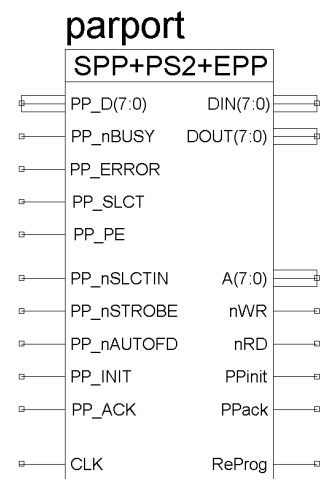

Abbildung 2
- FPGA interne 8-Bit bi-direktionale Schnittstelle zum PC. Dient der FPGA, (C)PLD und (Flash-)Speicher Programmierung und zum Datenaustausch. Kompatibel zur parallelen Druckerschnittstelle des PC's. Paralleler I/O-Bus mit separatem nWrite und nRead Signal, 256 Adressen direkt adressierbar. Belegt ca. 7% (51 slices) der internen Ressourcen eines xc2s50 FPGA. Die typische Datentransferrate beträgt für Schreiben und Lesen 500 KBytes/sec (4 MBits/sec) im EPP-Modus der Schnittstelle. Hierzu werden Byte orientierte "inbyte()" und "outbyte()" Funktionen bereitgestellt, als Parameter werden direkt Daten und Adressen übergeben (Abbildung 2).
- Systeminterne, nichtflüchtige (C)PLD basierende Automaten und Speicher, um ein selbständiges Konfigurieren und Booten des Systems zu ermöglichen.
- ein flexibles Systemverbindungskonzept, um diese Technik für verschiedene CPU-, FPGA- und (C)PLD-Typen und -Familien verfügbar zu machen.